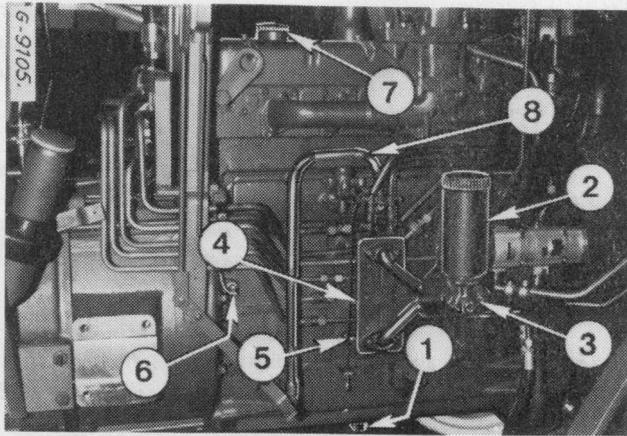

Figure 54
- 6 - Effectuez le plein d'huile par le goulot de remplissage (7) Fig. 54 jusqu'au repère «Maxi.» de la jauge.
Nettoyez le filtre du reniflard suivant les indications du «Guide de graissage». Démontez le tuyau (8) Fig. 54 et retirez l'élément filtrant. Nettoyez ce dernier dans du combustible Diesel propre et séchez le à l'air comprimé.
- 1 - Enlevez le bouchon de vidange (1) fig. 54 du carter d'huile et videz entièrement le carter pendant que l'huile est chaude. Pour assurer une bonne aération, en vue d'accélérer la vidange, enlevez le bouchon de remplissage (7).
- 2 - Remettez le bouchon en place (1) lorsque le carter est vide, et remplacez son joint.
- 3 - Nettoyez l'extérieur du filtre (2) pour éviter l'introduction d'impuretés dans le circuit de graissage lors du démontage.